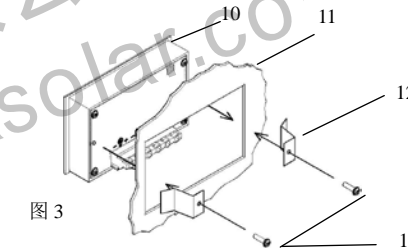
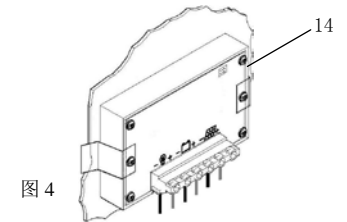

图 3
图 4
- 2.1 将控制器按图 3 所示方向装入安装窗内, 安装窗的开孔规格为 105 * 67mm(±0.5mm).
- 2.2 将固定架图 3 所示方装到控制器上, 并用固定螺丝加以固定。安装完毕如图 4 所示。